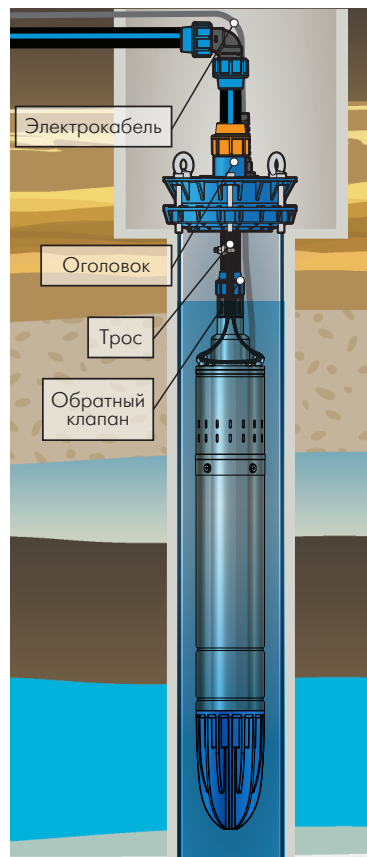

Рисунок 2
5.2. Монтаж насоса (рисунок 2)